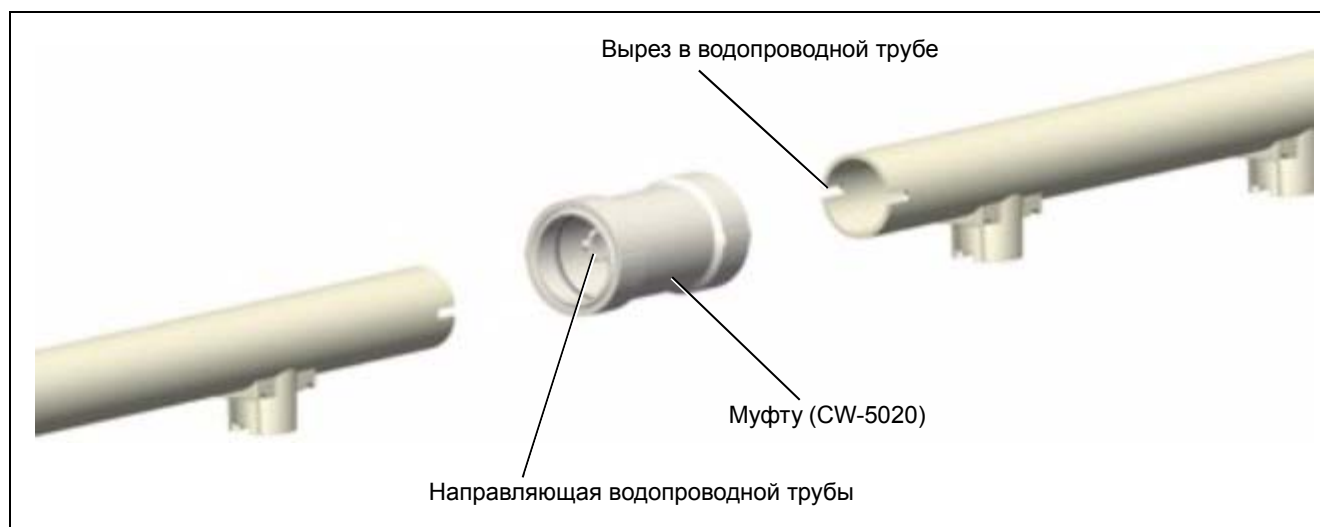

Рисунок 7H
5. Подсоедините оставшиеся водопроводные трубы, выравнивая направляющие, надевая соединительный элемент на предыдущую трубу и вставляя следующий отрезок в соединительный элемент. (См. Рисунок 7H.) Повторяйте Шаг 3 на стр. 23 при установке каждого отрезка водопроводной трубы.